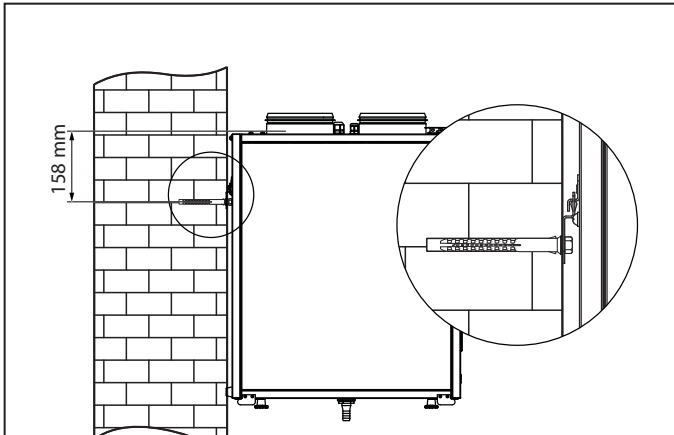

Рис. 8. Настенный монтаж
**НАСТЕННЫЙ МОНТАЖ УСТАНОВКИ (рис. 8).**